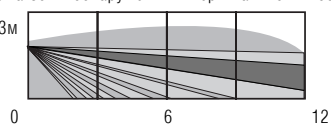

Рис.2
- ряд пазов для крепления с помощью кронштейна (7);
- отверстие для ввода проводов (8);
На печатной плате (Рис.2) размещены пироприемник (9), СВЧ модуль (10), соединительная колодка (11), световые индикаторы (12), переменный резистор регулировки дальности "Д", переключки выбора режима работы извещателя (ХР3, ХР4, Р), перемычка "ИНД" для отключения индикаторов и уплотнительная прокладка (13), обеспечивающая защиту от попадания мелких насекомых на пироприемник.
Чувствительные зоны СВЧ и ИК каналов приведены на рис. 2.